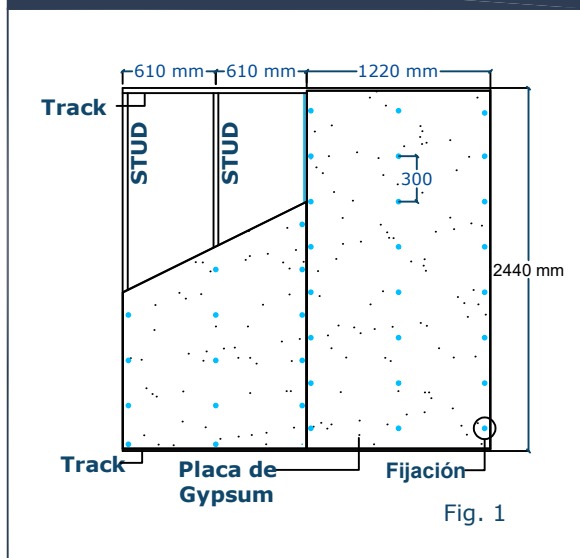

Fig. 1
- Las placas se fijan a la estructura en sentido vertical cuando las paredes tienen una altura hasta 2.40m (Fig. 1)
- Las fijaciones de la placa deberán ser cada 300 mm (Fig.1)